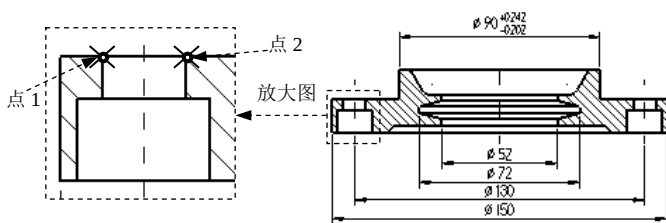

图 4.5.17 定义标注对象
① 定义标注对象。在绘图区选取图 4.5.17 所示的点 1 和点 2 为标注的对象。